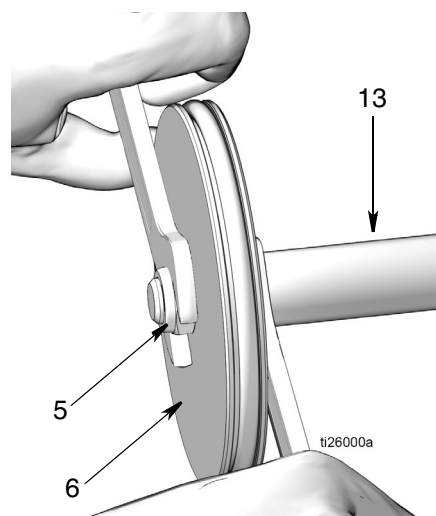

FIG. 22
- a. Estrarre l'asta del pistone (13) e il pistone (6) dal cilindro pneumatico (2) (FIG. 22).
- b. Per separare l'asta del pistone (13) e il pistone (6) utilizzare due chiavi e agire in direzioni opposte. Utilizzare una chiave aperta sulle superfici piane dell'asta del pistone e la seconda chiave per allentare il dado (5) come mostrato in FIG. 22.